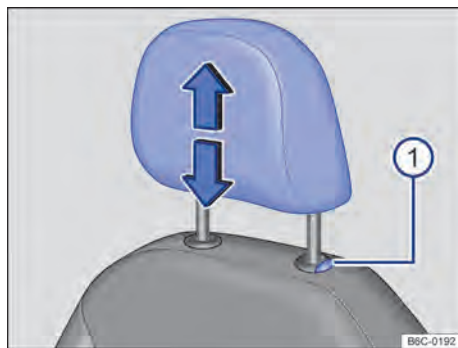

Fig. 70 Apoio para cabeça dianteiro: desinstalar.
- Retirar o apoio para cabeça com o botão → Fig. 70 ⓘ pressionado.
- Empurrar o apoio para cabeça totalmente para baixo com o botão → Fig. 70 ① pressionado.